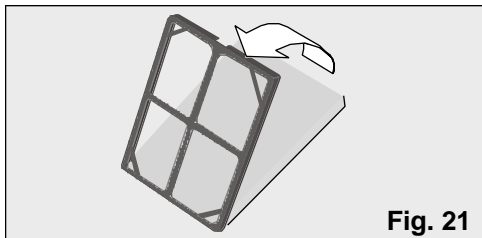

Fig. 21
- Verificate che il filtro purificatore sia collocato nella cornice: altrimenti, installatelo come indicato dalla **Fig. 21**. Collocate la parte scura del filtro a contatto con la cornice.